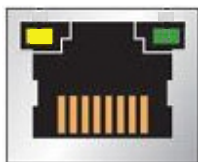

Рисунок 4
3.2.6 Для удобства пусконаладочных работ на разъемах R3-Link IN и R3-Link OUT размещены по два индикатора (рисунок 4). По их состоянию можно оценить состояние линии между двумя соседними приборами (см. таблицу 4). Цвет проводов показан на рисунке 3.